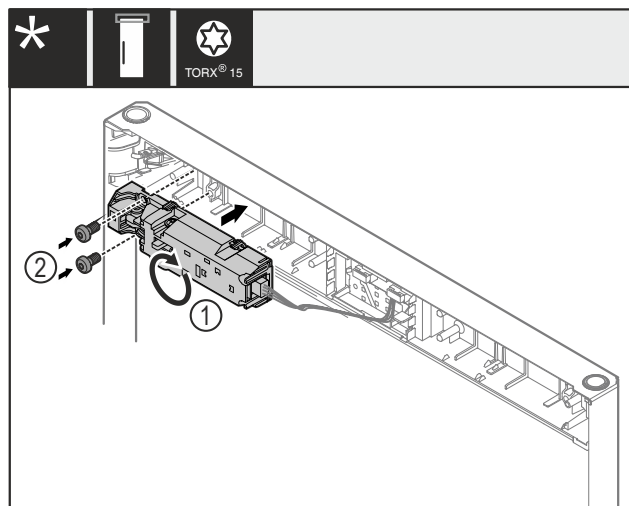

Fig. 27
- Otočte dálkový zámek Fig. 27 (1) o 180° a namontujte jej na protější straně.
- Dálkový zámek Fig. 27 (1) upevněte šrouby Fig. 27 (2).